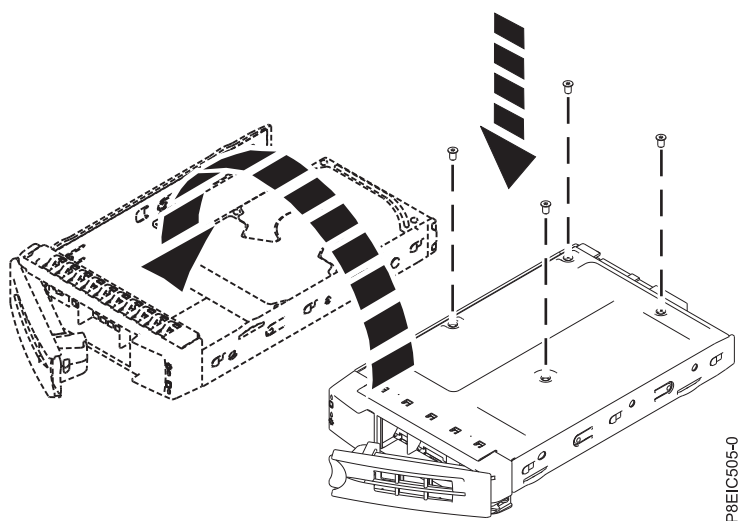

Figure 60. Montage de l'unité 2,5 pouces dans le tiroir
- Une unité 2,5 pouces doit être positionnée à l'arrière du tiroir. Tout en maintenant l'unité et le tiroir, retournez celui-ci. Fixez l'unité au bas du tiroir à l'aide de quatre vis, comme illustré dans la figure 60.